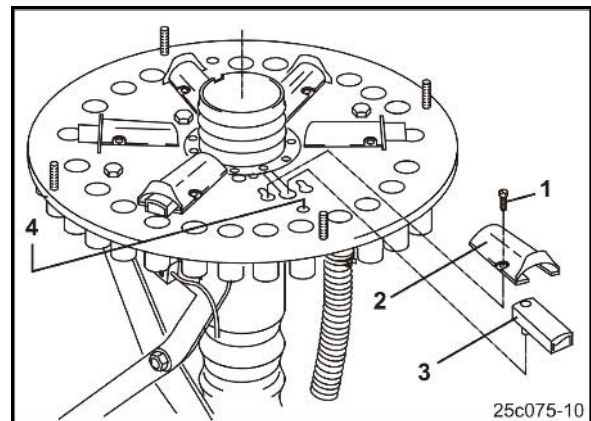

Fig. 132
Die Schieber (Fig. 132/2) bei Nichtgebrauch deaktivieren. Deaktivierte Schieber verschließen die Zuläufe zu den Fahrgassenscharen nicht.
5. Schrauben (Fig. 132/1) lösen.
6. Schiebertunnel (Fig. 132/2) entfernen.
7. Der Schieber (Fig. 132/3) steckt, wie dargestellt, in der Führung.
8. Schieber (Fig. 132/3) umdrehen und in die Bohrung (Fig. 132/4) stecken.
9. Schiebertunnel (Fig. 132/2) auf der Grundplatte anschrauben.